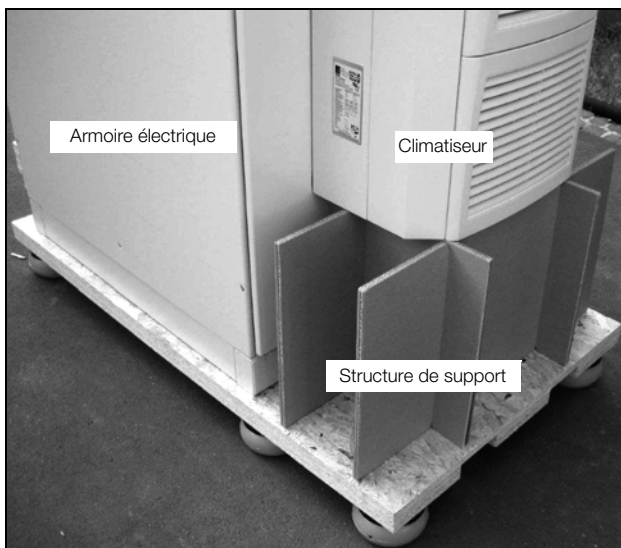

Fig. 1 : transport d'un ensemble armoire électrique / climatiseur
- Pour transporter des appareils déjà montés (sur l'armoire électrique), des dispositifs de sécurité sont requis lors du transport. Dans cette optique, il convient d'utiliser une structure à base de poutres en bois ou de planches, par exemple, permettant de soutenir le climatiseur et empêchant l'appareil de se tasser en cas de collision (voir fig. 1). Pour réduire au maximum les risques de renversement, il est préférable de choisir une palette suffisamment grande. Si le climatiseur est monté sur une porte, celle-ci doit être maintenue fermée pendant le transport.